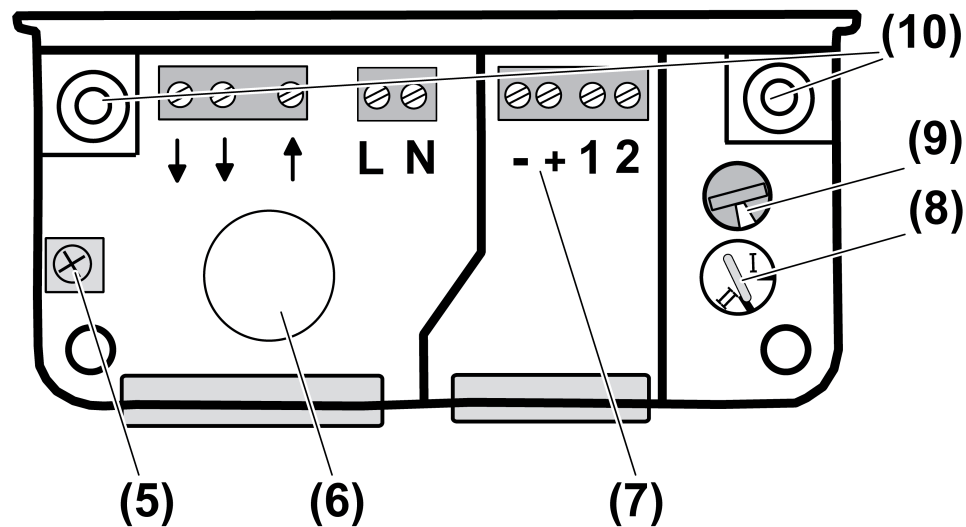

Figura 3: Zona de conexión del convertor
- Retirar la tapa de la caja del convertor desatornillando los dos tornillos (3).
- Perforar la boquilla de paso de goma (6) de la entrada de cables posterior e introducir el cable (figura 3).
- Ajustar el interruptor giratorio (8) en la posición II, ajuste de fábrica (figura 3).